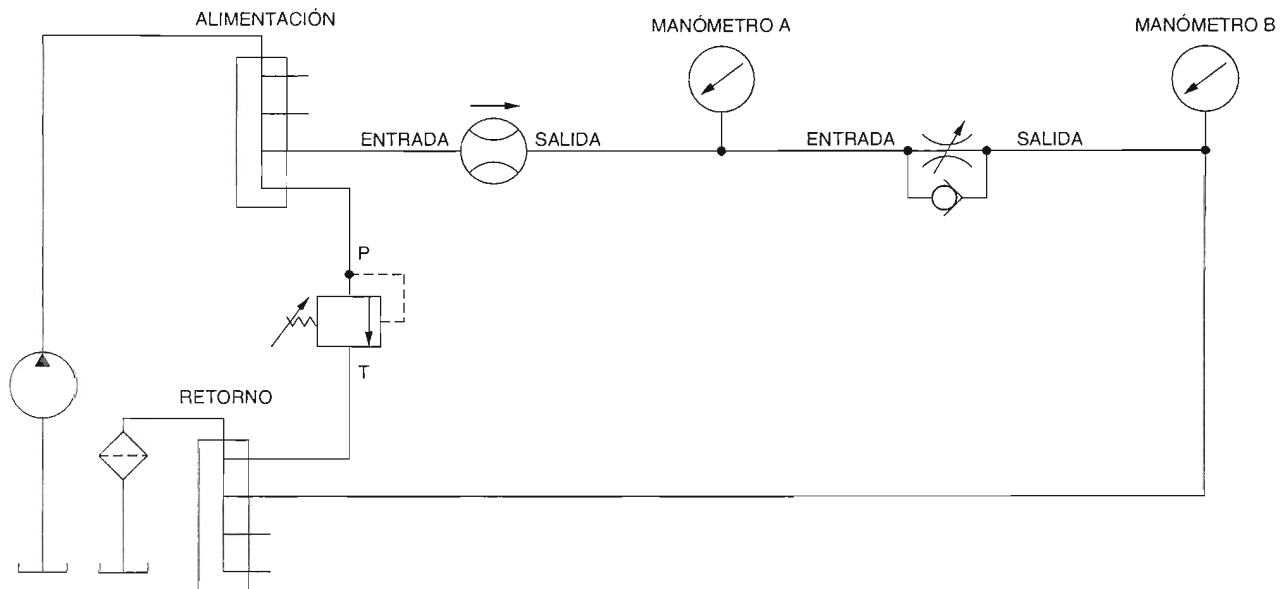

Figura 5-20. Efecto de los cambios de temperatura en la caída de presión y razón de flujo.
- ☐ 1. Conecte el circuito mostrado en la Figura 5-20.